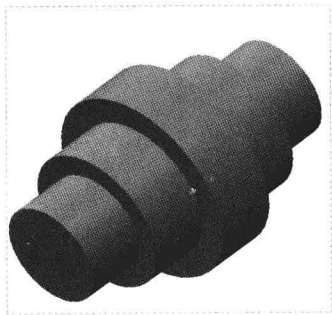

图 4-32 图形文件
Step 01 按【Ctrl+O】组合键, 打开图形文件, 如图 4-32 所示。